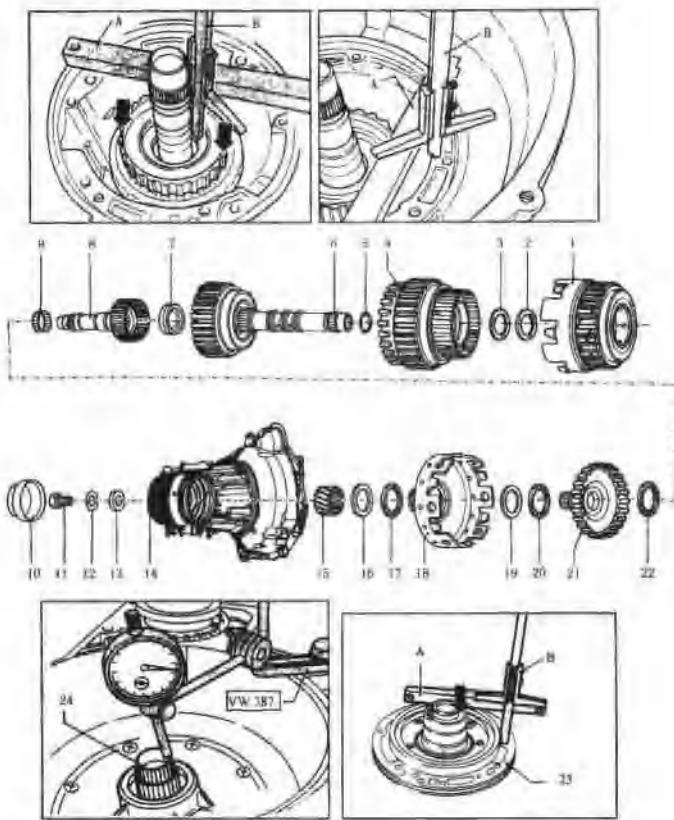
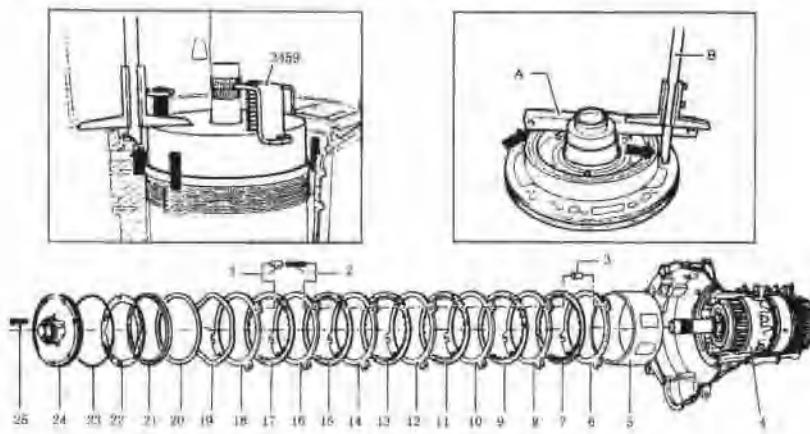

图 4.59 行星齿轮机构
图 4.60 2、4 挡制动器 B2
(3) 保证活塞环相互钩住并套装在带涡轮轴的 3、4 挡离合器 (K3) 6 上；将调整垫片 2、3 装入第 1、2 和 3 挡离合器 (K1) 4；装入倒挡离合器 (K2) 1。如图 4.59 所示。
(4) 如图 4.60 所示，装上外摩擦片 (B2) 6、8、10、12、14、16、18 和支承管 5，并使支承管 5 的槽卡在自由轮的定位键上，先装入一个 3mm 厚度的外摩擦片，将弹簧头 1 装于外摩擦片上，装压缩环及其他摩擦片，最后剩下一片摩擦片，经测量后再装；装入波纹弹簧片 19；确定调整垫片 20 的厚度并装入；止推环 21 光滑面朝向带 B2 活塞的 ATF 泵 24；用 8N·m 的力矩拧紧螺栓 25；然后，用百分表 VW387 测量离合器间隙如图 4.59 所示。